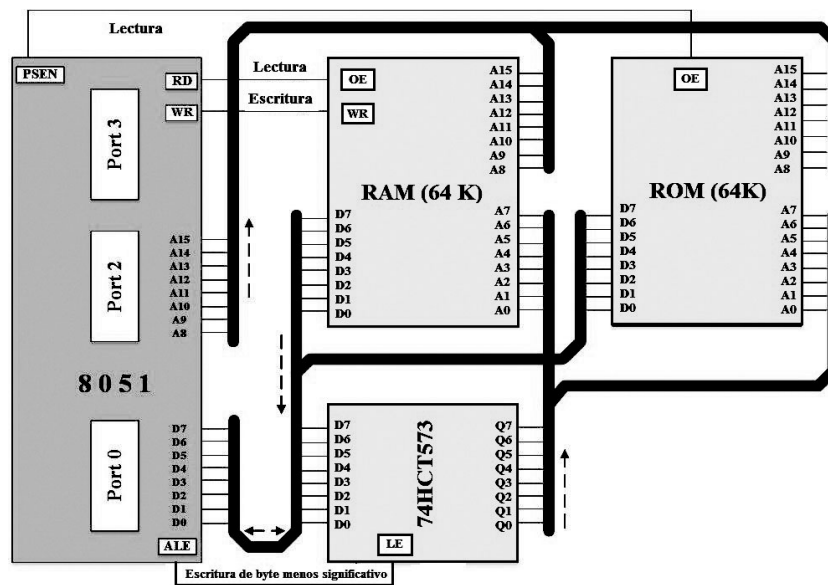

Figura 8.2: Expansión de Memoria
- \* Un ejemplo típico de expansión de memoria se ilustra a continuación (Figura 8.2 ):